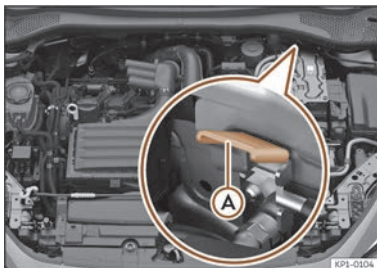

Abb. 208 Im Motorraum: Starthilfepunkt (Masseanschluss).
Der Starthilfepunkt (Masseanschluss) dient dem Anschluss des schwarzen Starthilfekabels >>> **(Abb. 208) (A)**.